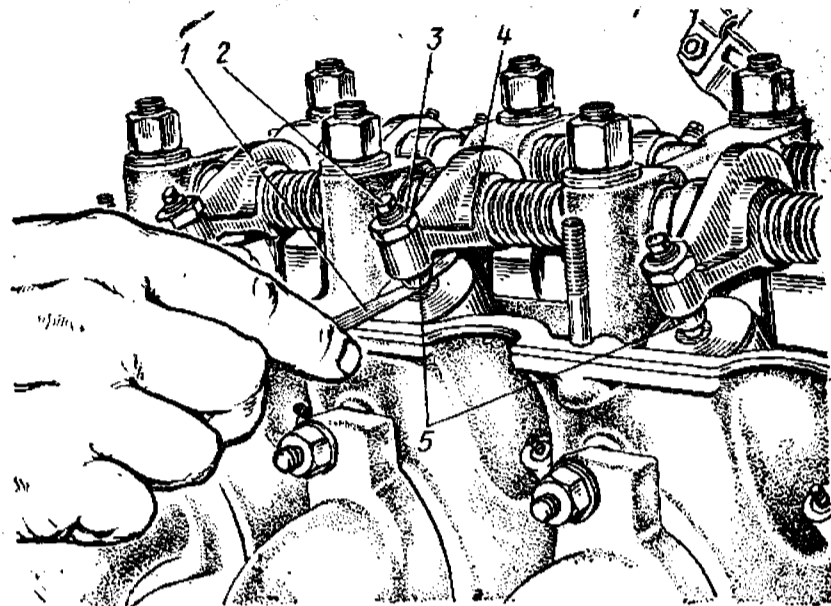

Рис. 51. Проверка зазора между торцами наконечника нажимного болта коромысла и стержня клапана:
3. Проверьте плоским щупом 1 (рис. 51) зазоры между торцами наконечников 5 и стержней клапанов первого цилиндра.